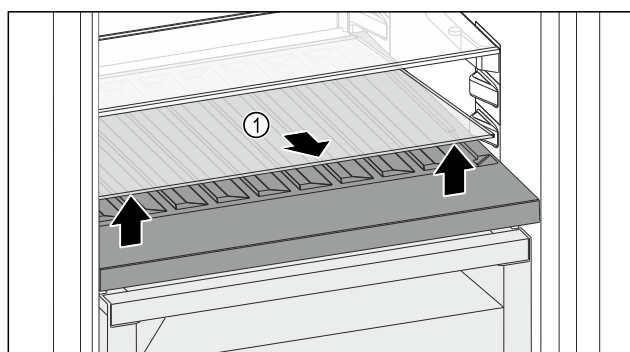

Fig. 89
- ▶ 抬起前部槽上的玻璃隔板 Fig. 89 (1) 并取出。
- ▶ 将玻璃隔板 Fig. 89 (1) 稳妥地放在冰箱外。